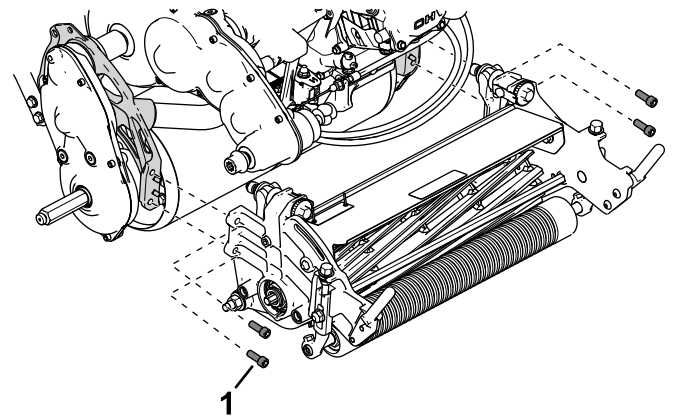

Figura 49
4. Retire los tornillos allen que sujetan la unidad de corte al bastidor (Figura 49).